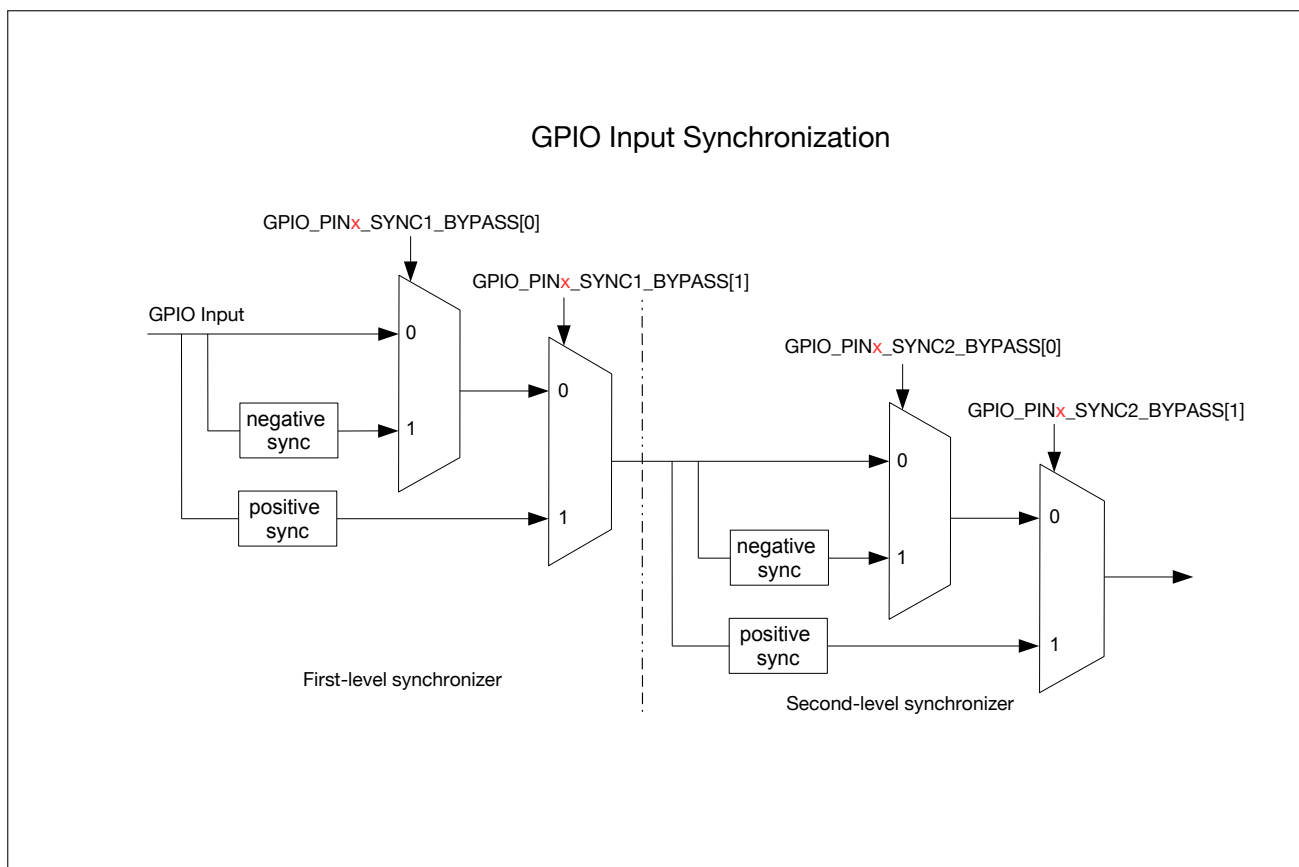

图 5-3. GPIO 输入经 APB 时钟上升沿或下降沿同步
GPIO SYNC 模块的功能如图 5-3 所示。其中，negative sync 为 GPIO 输入经过 APB 时钟的下降沿同步，positive sync 为 GPIO 输入经过 APB 时钟上升沿同步。
- 如图 5-3 所示，配置 `GPIO_PINx_SYNC1_BYPASS` 使能输入信号在第一级同步中为上升沿或下降沿同步。
- 如图 5-3 所示，配置 `GPIO_PINx_SYNC2_BYPASS` 使能输入信号在第二级同步中为上升沿或下降沿同步。